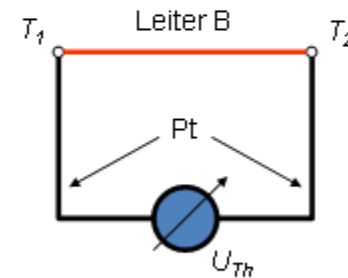

Bild 1: Messung der Thermospannung eines Leiters.
1. a) In einem Experiment (*Bild 1*) soll zunächst der Seebeck-Koeffizient η_B von Leiter B bestimmt werden, der später in einem Thermoelement verbaut werden soll. Das eine Ende des Leiters B wird dazu auf $T_2=420\text{ °C}$ erwärmt, während das andere Ende bei einer konstanten Temperatur von $T_1=20\text{ °C}$ gehalten wird. Eine Spannung $|U_{Th}|=6\text{ mV}$ wird gemessen. Aus welchem Material besteht Leiter B?